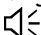

Abb. 18: Gerätemanagement
Im Menü *Gerätemanagement* können Sie folgende Parameter auswählen und einstellen (Abb. 18):
- ▶ Drücken Sie die Bildtaste  oder die Ruf AUS-Taste  und wählen Sie das Menü *Geräterese* aus (Abb. 18).